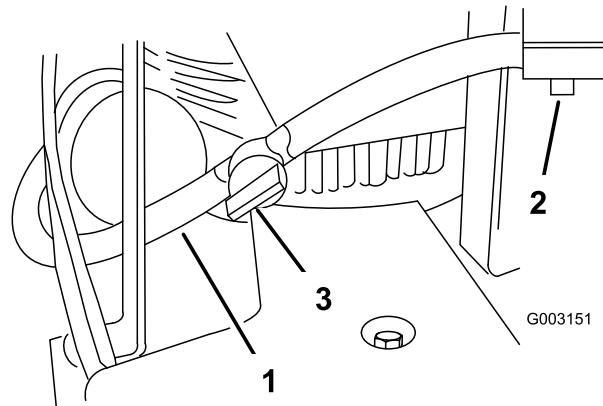

Figura 5
4. Retire el tapón rojo del extremo del tubo de combustible y del extremo del codo del depósito de combustible (Figura 5).
- Deslice el extremo del tubo de combustible sobre el codo (Figura 5).
- Sujete el tubo de combustible con la abrazadera del tubo de combustible (Figura 5).